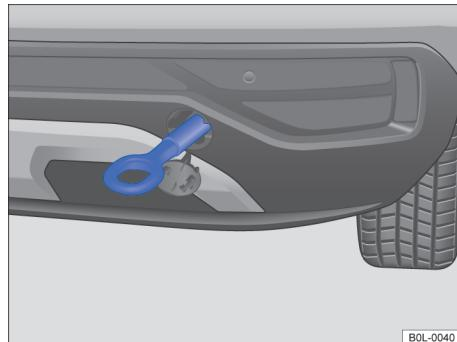

图 132 后保险杠上右侧：已拧入牵引环
→ 图 132 → ①。用一个合适的器具，将牵引环充分而牢固地拧入支座中。